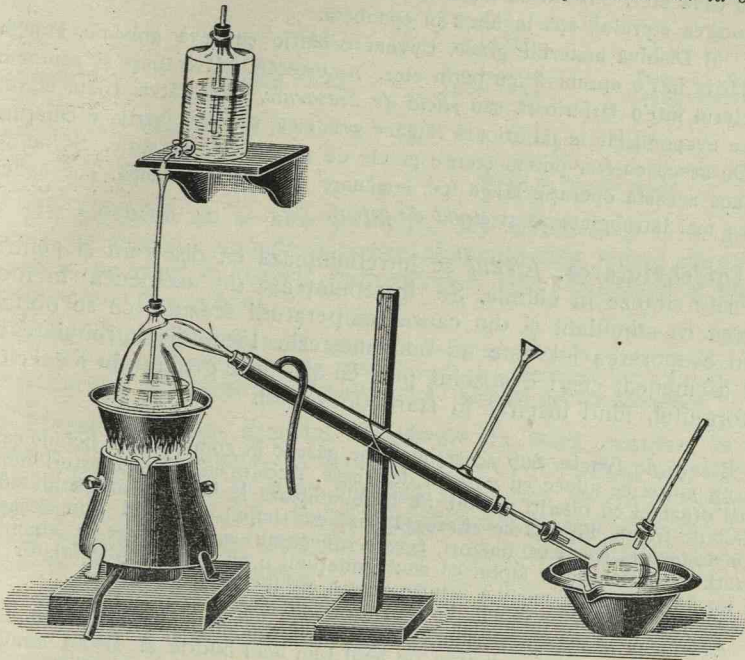

Fig. 223. Prepararea eterului etilic.
Pentru a prepara eterul ordinar facem un amestec de 5 vol. alcool (de 90%) cu 9 vol. SO4H2 (d = 1,84) la rece și îl punem într'o sticlă cu robinet (fig 223), din care îl lăsăm să curgă încetul cu încetul printr'un tub într'o retortă, în care se încălzește același amestec până la 140°. Eterul destilând trece prin răcitor, se condensează și se culege în balonul din dreapta. Încălzirea se face pe o *bae de nisip sau de aer* (1).
(1) O bae de aer e făcută ca o bae de apă, numai că recipientul încălzit e gol și mediul, care încălzește balonul, este aerul în loc de vapori de apă. O bae de nisip este de obicei o farfurioară de fer conținând un strat gros de *nisip fin*, pe care se pune balonul de încălzit. Nu e bine de a întrebuiți nisipul de râu, căci acesta are grăunțele cu colțuri ascuțite care pot sgăria fundul balonului și provoca spargerea lui.